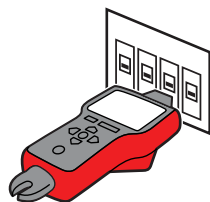

Figura 3.5b
- a) La unidad se iniciará automáticamente en modo 1 <logo> **SCAN (LECTURA)** como se muestra en la Figura 3.5b.